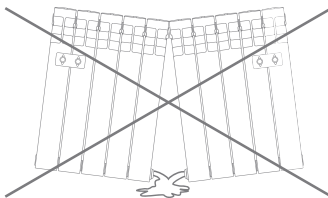

рис. 2
3. Монтаж радиатора на стену (рис. 2)